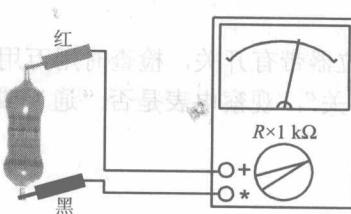

图1.9 红黑表笔接触电阻两端
(1) 固定电阻的检测
① 连接表笔。将红表笔插入+插口，黑色表笔插入*插口；
② 机械调零。测量之前应将该万用表水平放置，观察指针是否指向零位，若不在零位，应调整“机械校零旋钮”使其指向零；
③ 将万用表置于 Ω 挡，确定好量程，进行“ Ω 校零”；
④ 测量过程。将红黑表笔接触电阻器两端便可进行测量，如图1.9所示；
⑤ 读取数值。将“ Ω 刻度线”上的读数 \times 量程数，就是该被测电阻器的电阻值；
⑥ 将所测结果与标称值进行比较，只要在偏差范围内，即为合格电阻器。